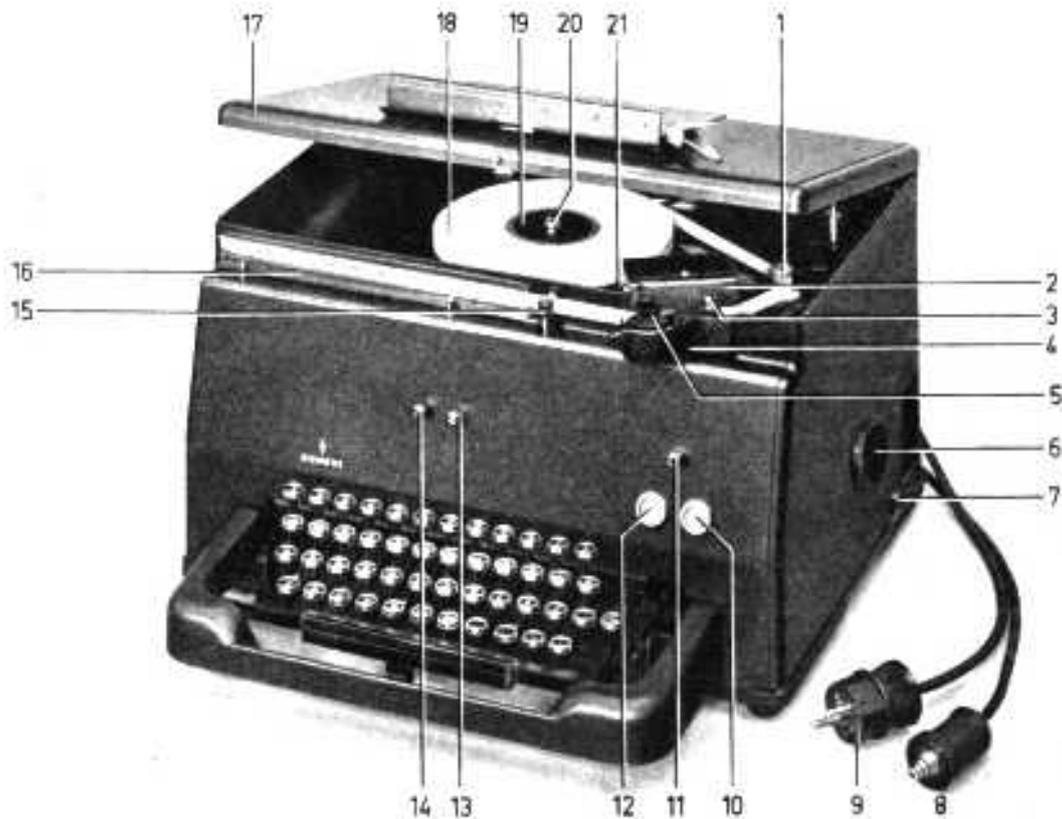

Bild 1
Die Anschlußschnur mit dem 4poligen Telegrafenstecker 8 (Bild 1) ist in die für den Schreiber bestimmte Telegrafensteckdose zu stecken. Die Telegrafierleitung ist an die Klemmen a und b der Dose anzuschließen.
a) Färberrolle (5 Bild 1)
Zum Auswechseln ist die Färberrolle aus dem Farbrollenträger 5 (Bild 1) nach oben herauszuziehen. Die Filzrolle kann anschließend vom Farbrollengriff abgezogen werden.